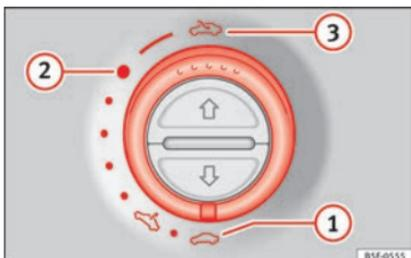

Fig. 13 Dans le ciel de pavillon : tourner la commande pour ouvrir et fermer.
- Ouverture : tourner la commande vers la position » **fig. 13 3**.
- Position confort : tourner la commande vers la position » **fig. 13 2**.
- Fermeture : tourner la commande vers la position » **fig. 13 1**.